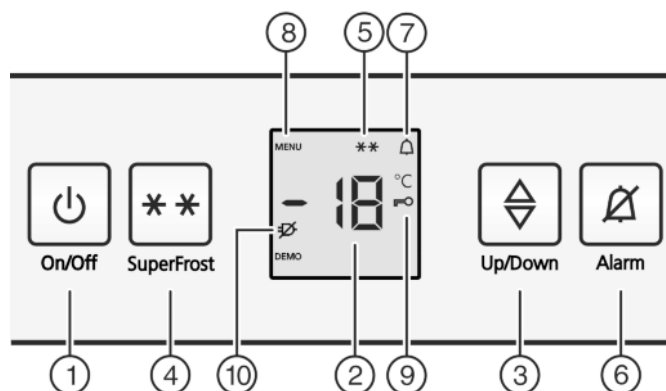

Fig. 2
- Appuyez sur la touche marche/arrêt *Fig. 2 (1)*.
- Activer le mode de réglage : appuyer sur la touche SuperFrost *Fig. 2 (4)* pendant env. 5 secondes.
- ▷ Le symbole Menu *Fig. 2 (8)* apparaît dans l'affichage.
- Confirmez en appuyant brièvement sur la touche SuperFrost *Fig. 2 (4)*.
- ▷ Le symbole Sécurité enfants *Fig. 2 (9)* s'allume dans l'affichage.
- Appuyez brièvement sur la touche On/Off *Fig. 2 (1)*.
- ▷ Le symbole Sécurité enfants *Fig. 2 (9)* s'éteint.
- Appuyez sur la touche Alarme *Fig. 2 (6)*.
L'affichage de la température clignote en même temps que le symbole Alarme *Fig. 2 (7)*.
L'avertisseur sonore s'éteint automatiquement et le symbole Alarme *Fig. 2 (7)* et l'affichage de température arrêtent de clignoter lorsque la température est de nouveau suffisamment froide.